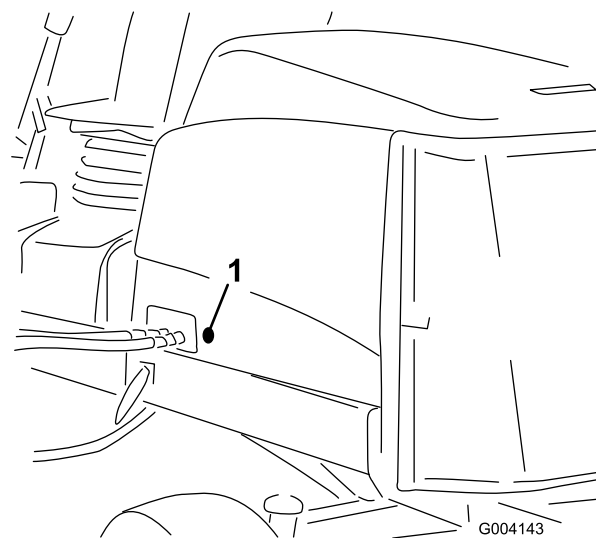

**Рисунок 14**
Пружина коррекции внешнего вида грунта (Рисунок 14) переносит вес с переднего на задний каток. Это препятствует образованию на грунте волнообразных неровностей (так называемые «волны» или «тряски»).
- 1. Убедитесь в том, что шплинт вставлен в заднее отверстие штока пружины (Рисунок 14).
- Затяните шестигранные гайки в передней части штока пружины так, чтобы длина сжатой пружины была равна 12,7 см на Reelmaster 5410 (с 5-дюймовыми режущими блоками), или 15,9 см на Reelmaster 5510 (с 7-дюймовыми режущими блоками); см. Рисунок 14.